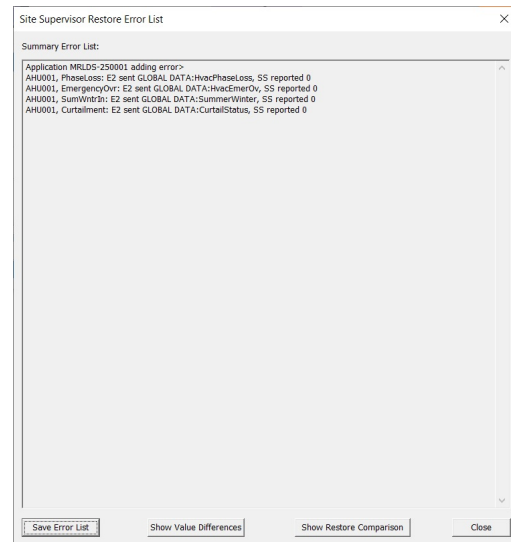

Imagen 13 - «Site Supervisor Restore Error List» (Lista de errores de restauración de Site Supervisor)
Se espera que la herramienta de conversión convierta el 80 % de su archivo de respaldo del E2 o más. El proceso de conversión tardará entre 10 y 20 minutos, según la complejidad del archivo de respaldo. Deberá realizar una comparación en paralelo entre el archivo de respaldo del E2 y el archivo del Supervisor convertido recientemente para verificar que no haya errores. Es necesario revisar todos los puntos de ajuste y las alarmas para garantizar su coherencia, además del informe de registro de errores, y restaurar el registro de comparación (consulte la «**Site Supervisor Restore Error List**» (**Lista de errores de restauración de Site Supervisor**) (**Imagen 13**)) que se generará al final del proceso de conversión para asegurarse de que su nuevo sistema se ejecute correctamente.
7. Cuando se haya completado, aparecerá una «Site Supervisor Restore Error List» (Lista de errores de restauración de Site Supervisor) (Imagen 13) que presentará una «Summary Error List» (Lista de errores) con las siguientes características:
11. Haga clic en «Close» (Cerrar) o en la X en la esquina superior derecha para cerrar la ventana «Site Supervisor Restore Error List» (Lista de errores de restauración de Site Supervisor) (imagen 13).